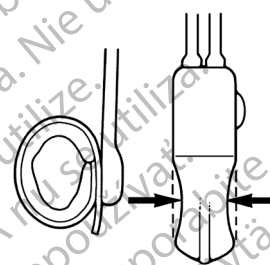

Figura 4-40. Ativar (reativar) o sistema (sair do estado de desativação)
5. Prima algumas vezes o botão de desativação para soltar a haste. (**Figura 4-40**) Depois dê à pera da bomba um aperto rápido e enérgico.